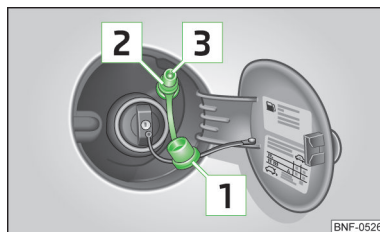

Fig. 100
- Scoateți capacul **1** » fig. 100 de pe ștuțul de alimentare cu gaz **2**.
- Verificați dacă inelul de etanșare **3** » fig. 100 a rămas blocat în ștuțul de alimentare cu gaz. Dacă acesta a alunecat pe cuplajul de umplere, acesta trebuie reintrodus în ștuțul de alimentare cu gaz.